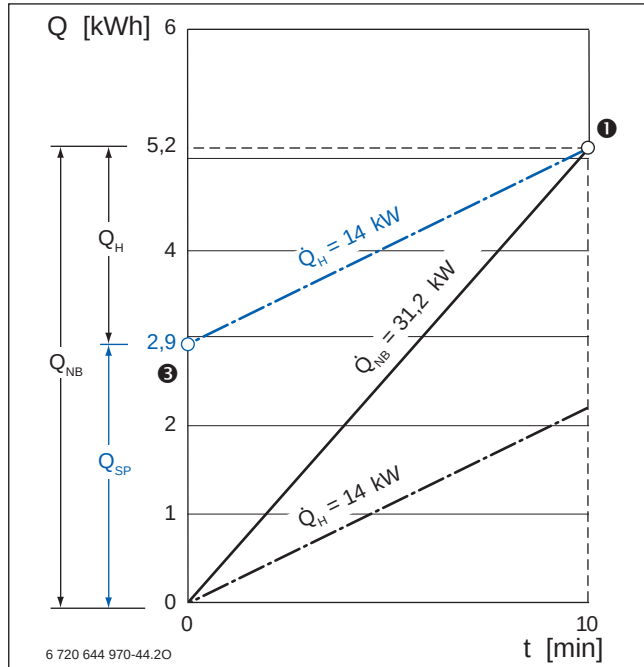

Bild 52 Ermittlung der theoretischen Speicherkapazität bei gegebener Wärmeleistung
Im Wärmeschaubild ist die Heizlinie $\dot{Q}_H = 14 \text{ kW}$ parallel so zu verschieben, dass sie auf den Bedarfspunkt ❶ trifft (→ Bild 52). Am Schnittpunkt ❷ mit der Ordinatenachse ist die theoretische Speicherkapazität $Q_{Sp} = 2,9 \text{ kWh}$ ablesbar. Aus der theoretischen Speicherkapazität lässt sich der entsprechende Speicherinhalt ermitteln.
Das Wärmeschaubild (→ Bild 52, Seite 77) setzt voraus, dass die Entnahme der 83 Liter aus dem Speicher und die Durchlauf-Wassererwärmung der 67 Liter durch $\dot{Q}_H = 14 \text{ kW}$ gleichzeitig ablaufen.